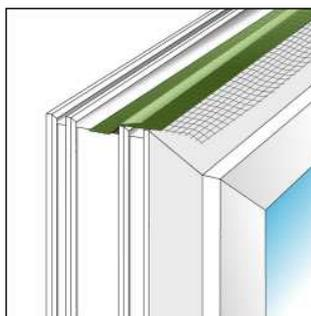

Fig. 1: coller la membrane sur le châssis
- Coller la membrane à l'aide de la bande adhésive sur la tranche du profilé, côté extérieur (fig. 1), et cela sur tout le pourtour de la menuiserie.